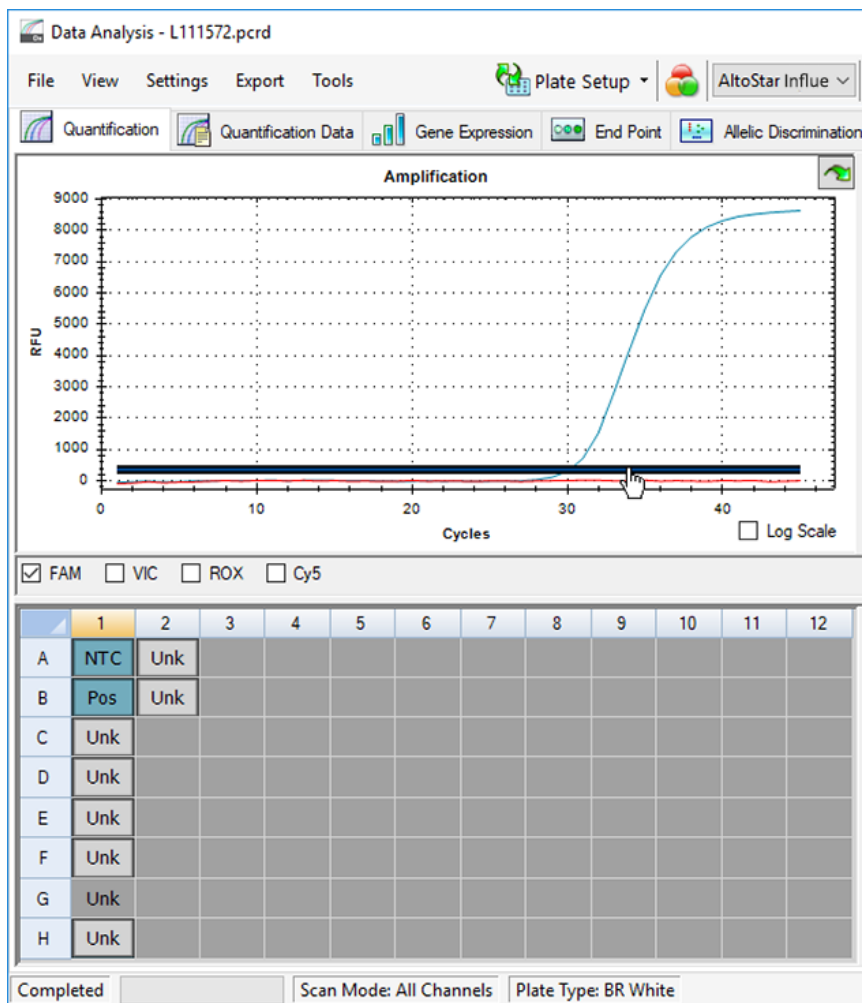

Abb. 10: Fenster Data Analysis (Datenanalyse): Festlegen des FAM™ Schwellenwerts
5. Entfernen Sie links im Fenster Data Analysis (Datenanalyse) das Häkchen aus dem Kontrollkästchen neben **VIC** und setzen Sie das Häkchen im Kontrollkästchen neben **FAM** für den Detektionskanal der Influenza-A-Virus-Zielsequenz (siehe Abbildung 10).
6. Wählen Sie nur die Wells mit der NTC und der PC in der Platten-Ansicht des Fensters Data Analysis (Datenanalyse) aus (siehe Abbildung 10).
7. Ziehen Sie den Schwellenwert deutlich über das Signal der NTC hinaus in den exponentiellen Bereich des Signals der PC (siehe Abbildung 10).